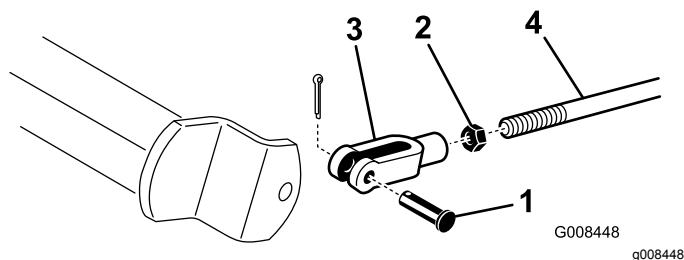

図 45
A. コッターピンとクレビスピンを外して、ブレーキロッドを外す 図 45。
- A. ジャムナットをゆるめ、クレビスを調整する 図 45。
- B. クレビスをシャフトに取り付ける 図 45。